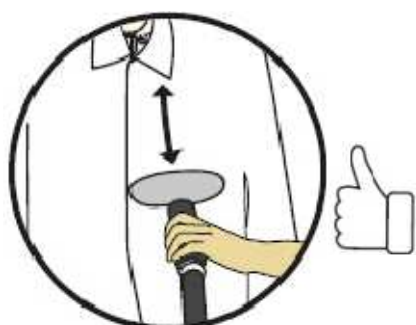

fig.23
- Planche siempre en un movimiento vertical de arriba abajo. (fig.23)